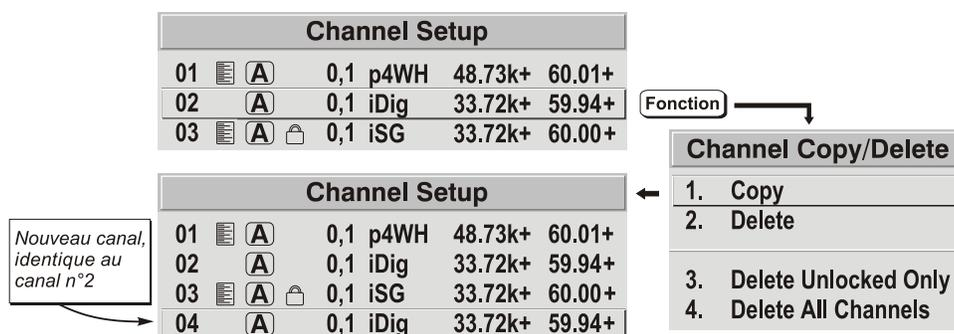

Figure 3.11. Copie d'un canal
► **POUR COPIER UN CANAL** : mettre en surbrillance le canal souhaité dans le menu *Channel Setup* (configuration de canal), puis appuyer sur **[Func]** pour accéder au sous-menu *Channel Copy/Delete* (copie/suppression du canal). Sélectionner « Copy » (Copier) et appuyer sur **[Enter]**. Un nouveau canal est créé. Celui-ci est identique à l'original, qui reste présent, mais il est identifié par le prochain numéro disponible de 1 à 50 (**Figure 3.11**). Si vous changez d'avis et ne souhaitez pas copier le canal actuel, appuyez sur **[Exit]** pour annuler l'opération et revenir au menu précédent. La copie de canaux est une méthode rapide permettant de créer de nombreux canaux. Par ailleurs, chacun d'entre eux peut ensuite être modifié et réglé pour un grand nombre de présentations effectuées ultérieurement.